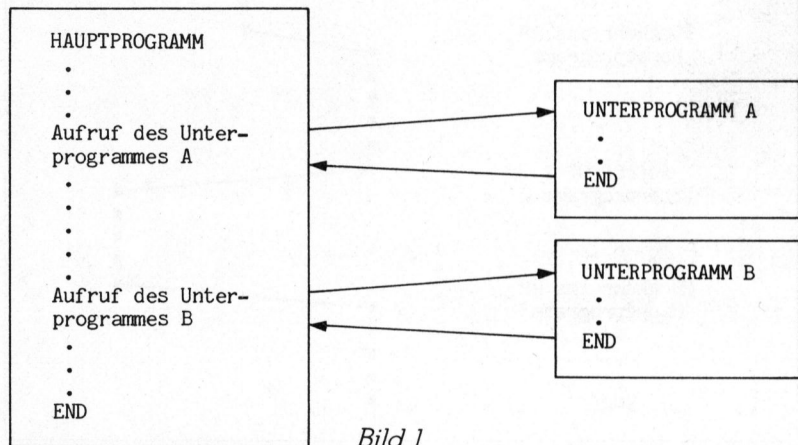

Bild 1
Unterprogramme (UP) sind eigenständige Programme, die nur dann durchlaufen werden, wenn sie im Hauptprogramm (HP) aufgerufen werden. Beim Erreichen des UP-Endes wird an der Stelle im HP fortgefahren, wo der UP-Aufruf steht. Es findet also ein sogenannter «Rücksprung» ins HP statt (Bild 1).